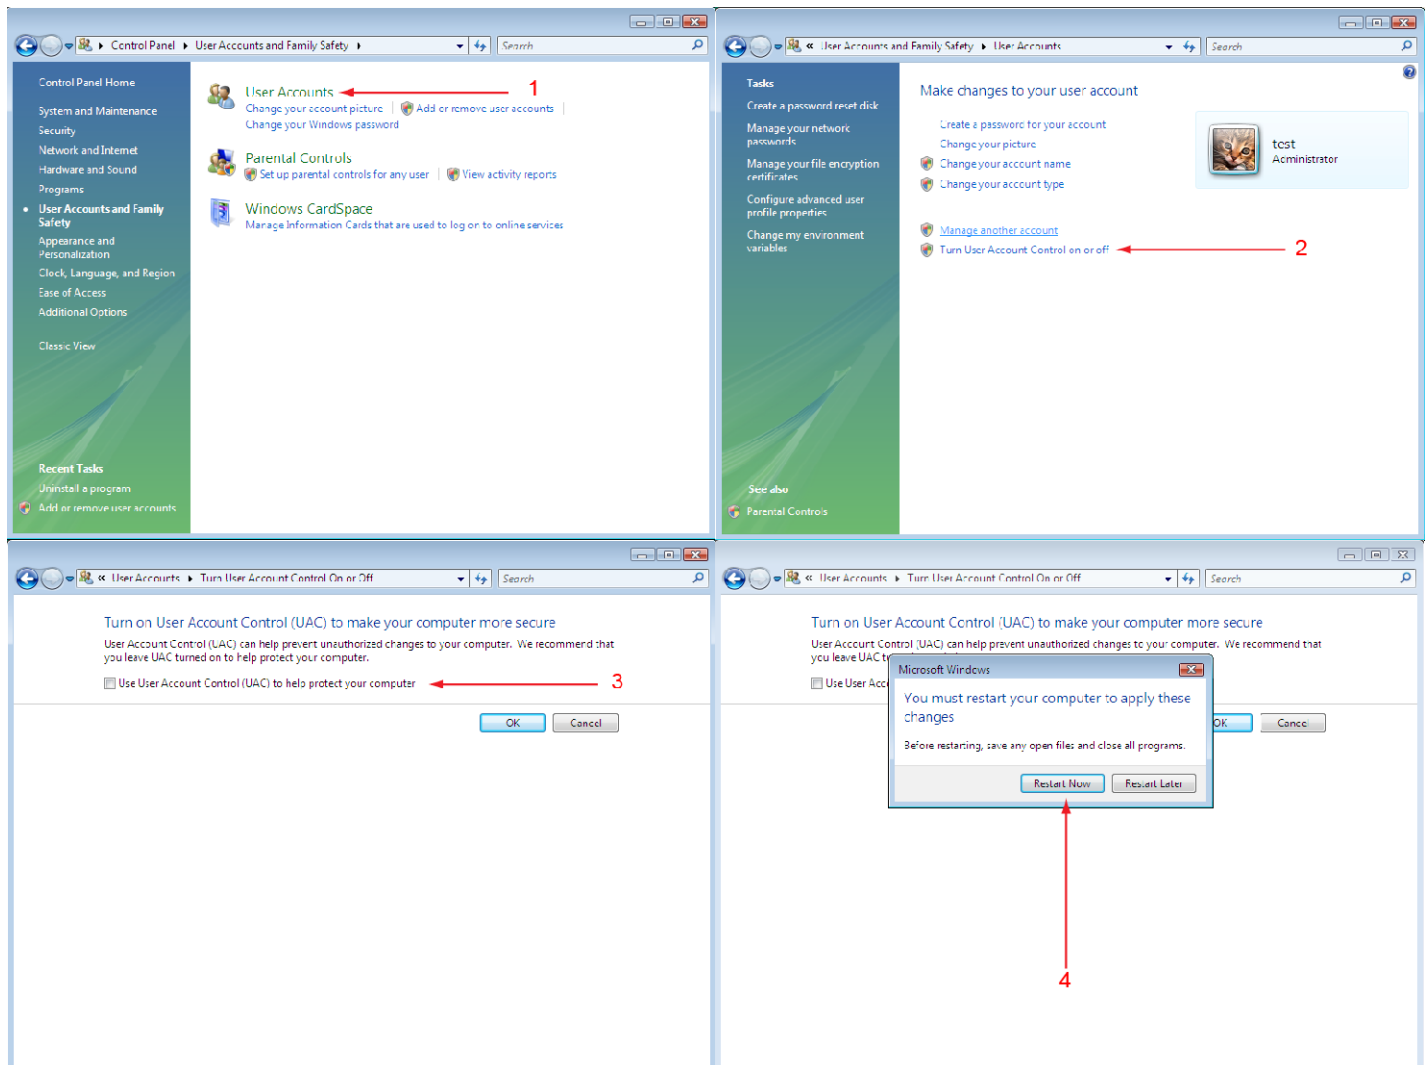

Figura 3-2. Windows Vista CONTROL CUENTAS DE USUARIO
- 1) Sólo para usuarios de Windows Vista. Ir a CUENTAS DE USUARIO Y SEGURIDAD FAMILIAR en el panel de control y eliminar CONTROL CUENTAS DE USUARIO (por sus siglas en inglés - UAC) como se ve en la Figura 3-2. La casilla no debe estar rellena para UAC. Reiniciar el ordenador, según sea necesario.